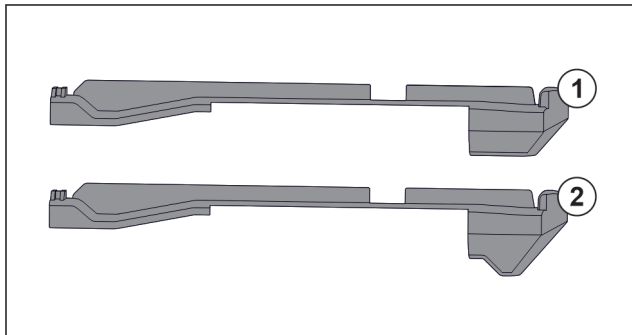

Fig. 108 Vergelijking van de insteekelementen
In het apparaat bevinden zich twee verschillende insteek-elementen. Het insteekelement boven de onderste lade Fig. 108 (2) heeft een driehoekige rand. Alle overige insteek-elementen Fig. 108 (1) hebben een rechte rand.
- ▶ Insteekelement Fig. 108 (2) met de driehoekige rand boven de onderste lade aanbrengen.
- ▶ Insteekelement Fig. 108 (1) met rechte rand op alle overige plekken aanbrengen.